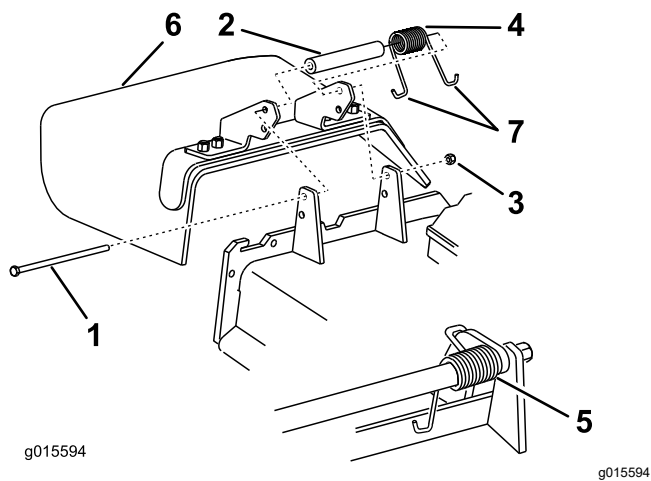

Figure 126
1. Retirez le contre-écrou, le boulon, le ressort et l'entretoise qui fixent le déflecteur aux supports de pivot (Figure 126).
2. Enlevez le déflecteur s'il est endommagé ou usé (Figure 126).
**Remarque:** Prenez soin de placer une extrémité en J du ressort derrière le bord du tablier avant de mettre le boulon en place, comme montré à la Figure 126.
- Placez une extrémité en J du ressort autour du déflecteur d'herbe (Figure 126).